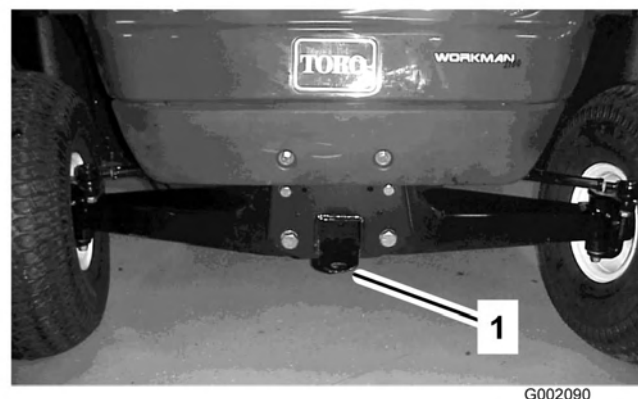

Figura 28
Utilizzate un rimorchio se dovete trasportare il veicolo a distanze considerevoli. Accertatevi che il veicolo sia fissato al rimorchio. Vedere le figure Figura 27 e Figura 28 per conoscere la posizione dei punti di attacco.
2. Fissate una fune di traino al timone sul davanti del telaio (Figura 28).